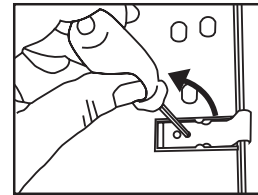

Fig. 2
3. Extraiga el tornillo del mecanismo. **(Fig. 2)**
3. Enlever les petites vis du ressort de loquet. **(Fig. 2)**